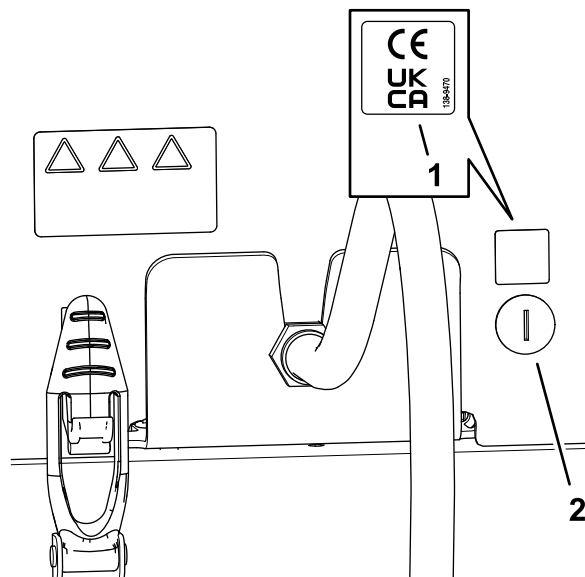

Figura 35
1. Folosiți alcool sanitar și o lavetă curată pentru a curăța zona capotei din apropierea clichetului capotei și lăsați capota să se usuce (Figura 35).